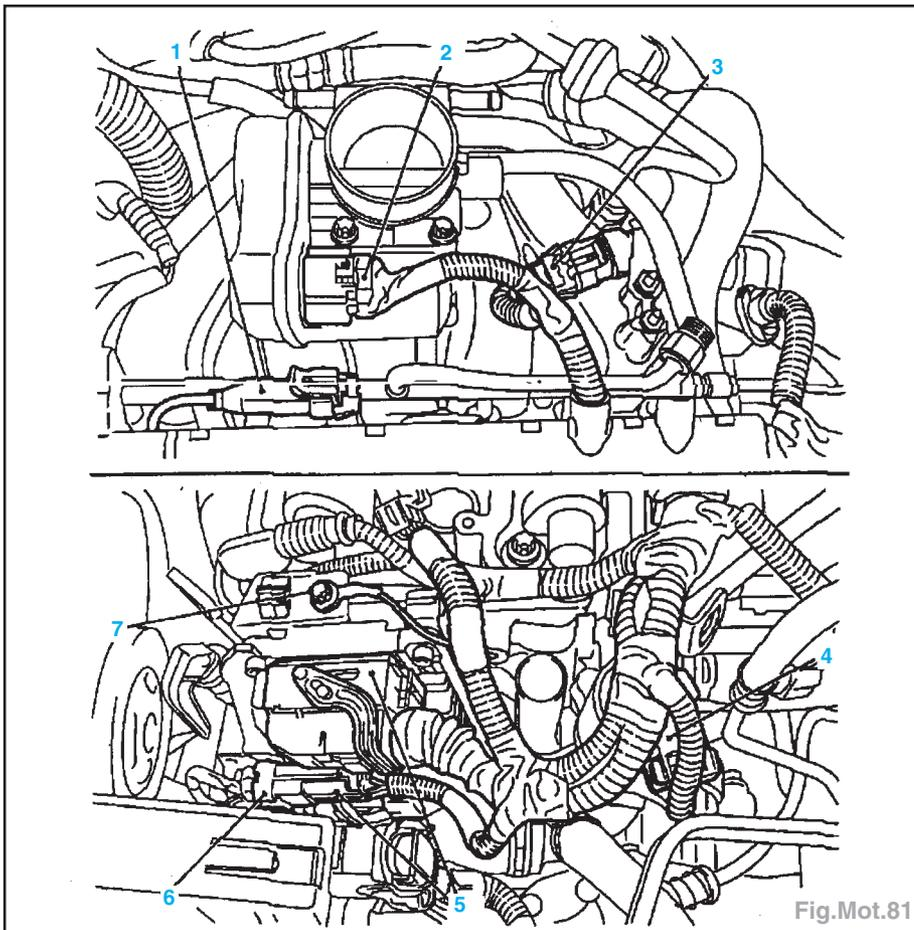

Fig.Mot.81
- Débrancher les fiches (Fig.Mot.81) :
- module de papillon (2),
- détecteur de cliquetis (1),
- capteur de pression (3),
- soupape de recyclage des gaz (4),
- appareil de commande du moteur (5),
- fiche combinée (6),
- débrancher le câble de masse (7) et le serre-câble.